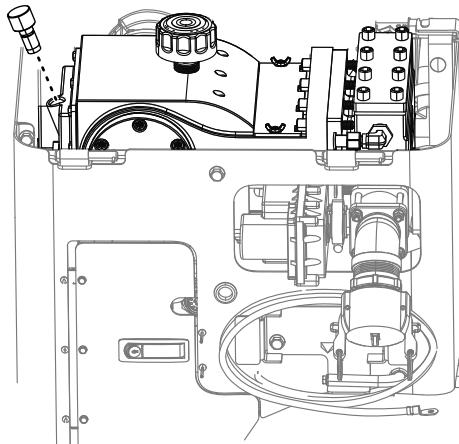
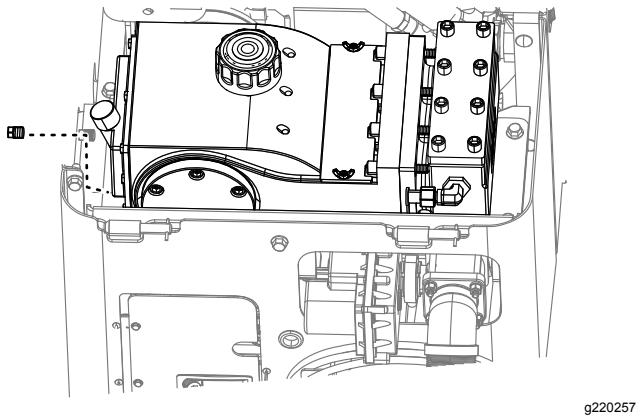

Figure 116
Figure 117
3. Retirez la jauge (Figure 116).
4. Vérifiez que le niveau d'huile atteint le trait de remplissage, comme montré à la Figure 116.
4. Enlevez le bouchon de vidange et placez un bac de vidange sous le trou du bouchon de vidange (Figure 117).
6. Attendez que toute l'huile se soit écoulée dans le bac de vidange (Figure 117).
8. Enlevez le bouchon de remplissage (Figure 117) et ajoutez environ 1,9 L (2 ptes) d'huile, ou suffisamment d'huile pour que le niveau atteigne le trait de remplissage sur la jauge, comme montré à la Figure 116.